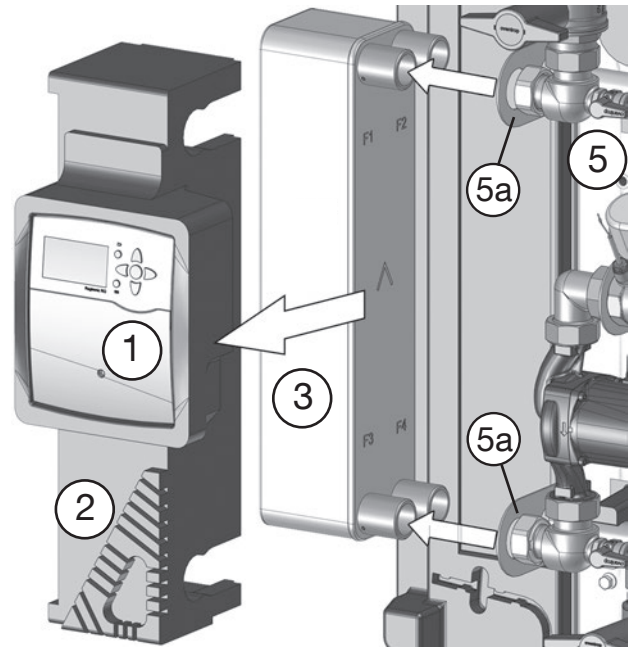

Abb. 5.7: Regler-Einlegeblock und Wärmeübertrager entnehmen
7. Regler-Einlegeblock (2) mit Regler (1) vorsichtig vom Wärmeübertrager abziehen (Abb. 5.7).
8. Wärmeübertrager (3) vorsichtig aus den beiden Laschen (5a) der Grundplatte (5) entnehmen und mit den Anschlüssen nach oben auf einer ebenen Fläche ablegen.